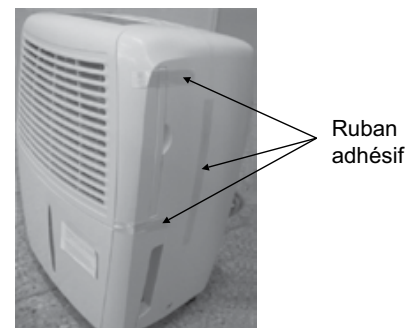

Fig. 1
- Lorsque vous sortez le déshumidificateur de son emballage, vous remarquerez que du ruban adhésif a été utilisé à plusieurs endroits (fig. 1) pour le transport. Enlevez-le avant de mettre l'appareil en service.